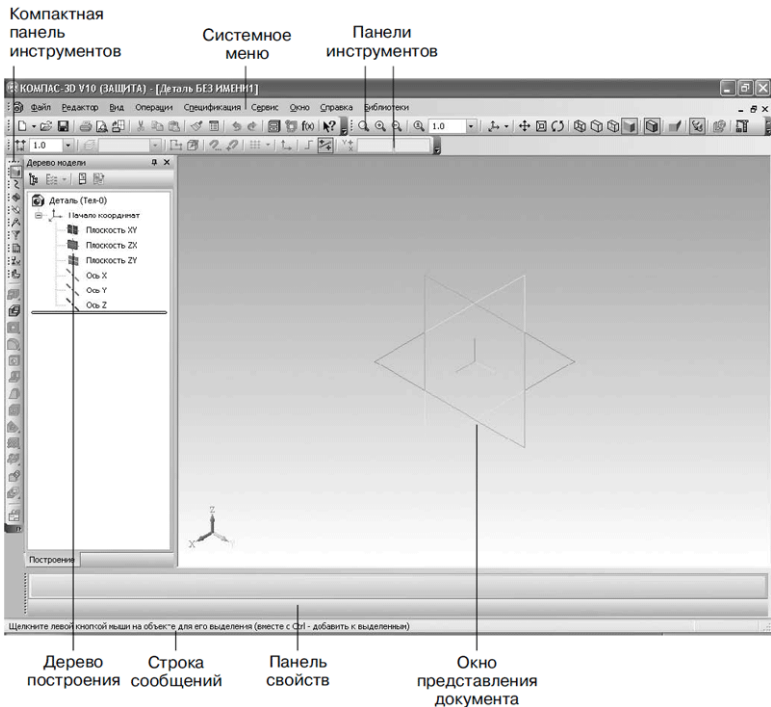

Рис. 1.4. Элементы пользовательского интерфейса системы КОМПАС-3D
Для детального знакомства с интерфейсом программы стартовой страницы явно недостаточно, поэтому выберите в диалоговом окне Новый документ тип файла Деталь и нажмите кнопку ОК (или просто воспользуйтесь ссылкой Деталь на стартовой странице программы). Система создаст новый документ КОМПАС-Деталь, при этом главное меню и панели инструментов изменятся (рис. 1.4).
- *Компактная панель инструментов* – наиболее важный и часто используемый элемент интерфейса. Это вертикальная панель, по умолчанию расположенная в левой части окна программы. Она объединяет панели инструментов, предназначенные для создания и редактирования моделей, чертежей или элементов спецификаций. Между панелями инструментов можно переключаться с помощью специальных кнопок (на рис. 1.4 эти кнопки размещены в верхней части компактной панели). Состав компактной панели зависит от типа документа, с которым работает пользователь.
Панель свойств может быть закреплена возле любого края клиентской области главного окна программы. Для этого нужно воспользоваться соответствующей командой подменю Размещение контекстного меню. Его можно вызвать, щелкнув правой кнопкой мыши в любой точке панели свойств. Кроме того, панель свойств может быть зафиксированной (см. рис. 1.4) или плавающей. Плавающая панель в неактивном состоянии скрывается за границей (фреймом) главного окна. Это может быть удобно при небольшом разрешении экрана монитора (например, 800 × 600), так как при этом панель свойств не будет закрывать собой участок клиентской области окна документа. При достаточно большом разрешении экрана режим плавающей панели не совсем удобен, потому что для каждого обращения к свойствам текущей операции панель придется «доставать» из-за края неклиентской области окна (для чего нужно будет щелкать кнопкой мыши на закладке с заголовком панели и ждать, пока панель всплывет).